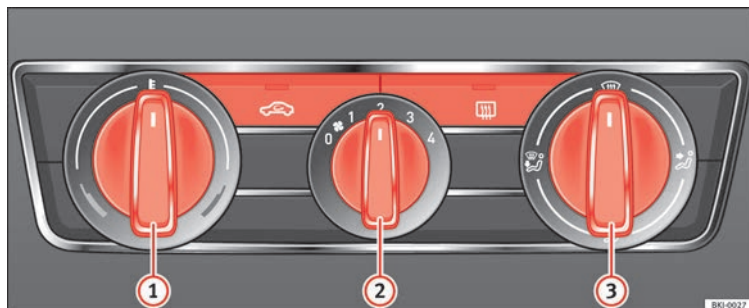

Fig. 170 Comandi del riscaldamento sulla plancia portastrumenti.
- Ruotare verso sinistra la manopola di regolazione della temperatura »» fig. 170 ①.
- Ruotare la manopola della ventola ② posizionandola su uno dei livelli compresi tra 1 e 4.
- Indirizzare il flusso dell'aria nella direzione desiderata servendosi della manopola di regolazione ③.
- Ruotare verso destra la manopola di regolazione della temperatura »» fig. 170 ① portandola sul livello desiderato.
- Ruotare verso destra la manopola di regolazione della temperatura »» fig. 170 ① portandola sul livello di riscaldamento massimo.
- Ruotare la manopola della ventola ② fino al livello 4.
- Ruotare la manopola della temperatura »» fig. 170 ① portandola nel settore del riscaldamento.
- Ruotare la manopola della ventola ② posizionandola su uno dei livelli compresi tra 2 e 3.